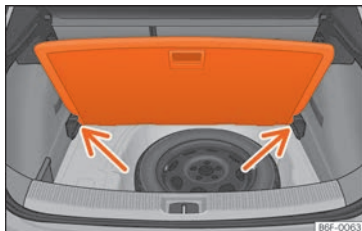

Abb. 118 Variabler Gepäckraumboden: geigte Stellung.
- Legen Sie den Gepäckraumboden auf die dafür vorgesehenen Aufnahmen »» **Abb. 118** (Pfeile).